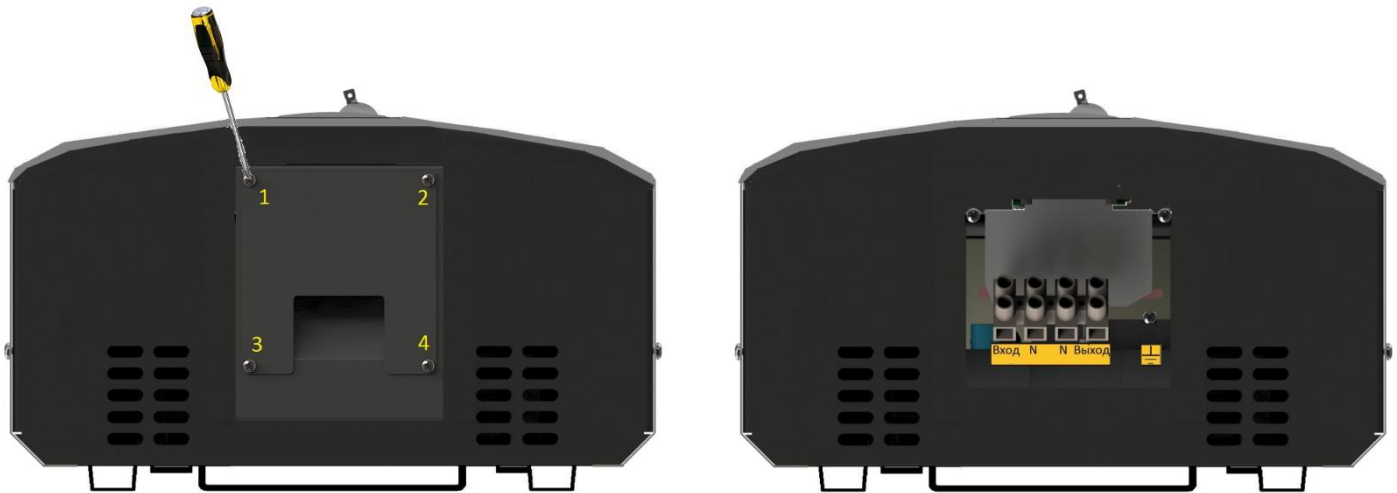

Рисунок 11. Схема снятия защитной крышки снизу корпуса стабилизатора
2. При помощи отвертки открутить 4 винта защитной крышки с нижней части стабилизатора для доступа к клеммной колодке (см. рисунок 11)